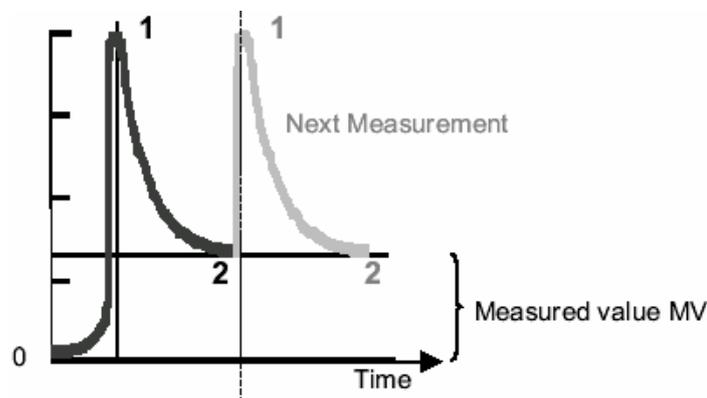

Рис. 14 Вид осмограммы при измерении с заменой одной капли
1. Поместите каплю раствора образца – сигнал покажет положительное превышение, см. 1 на рис. 14.
2. Величина сигнала станет постоянной по окончании его понижения при достижении температурного равновесия, см. 2 на рис. 14.